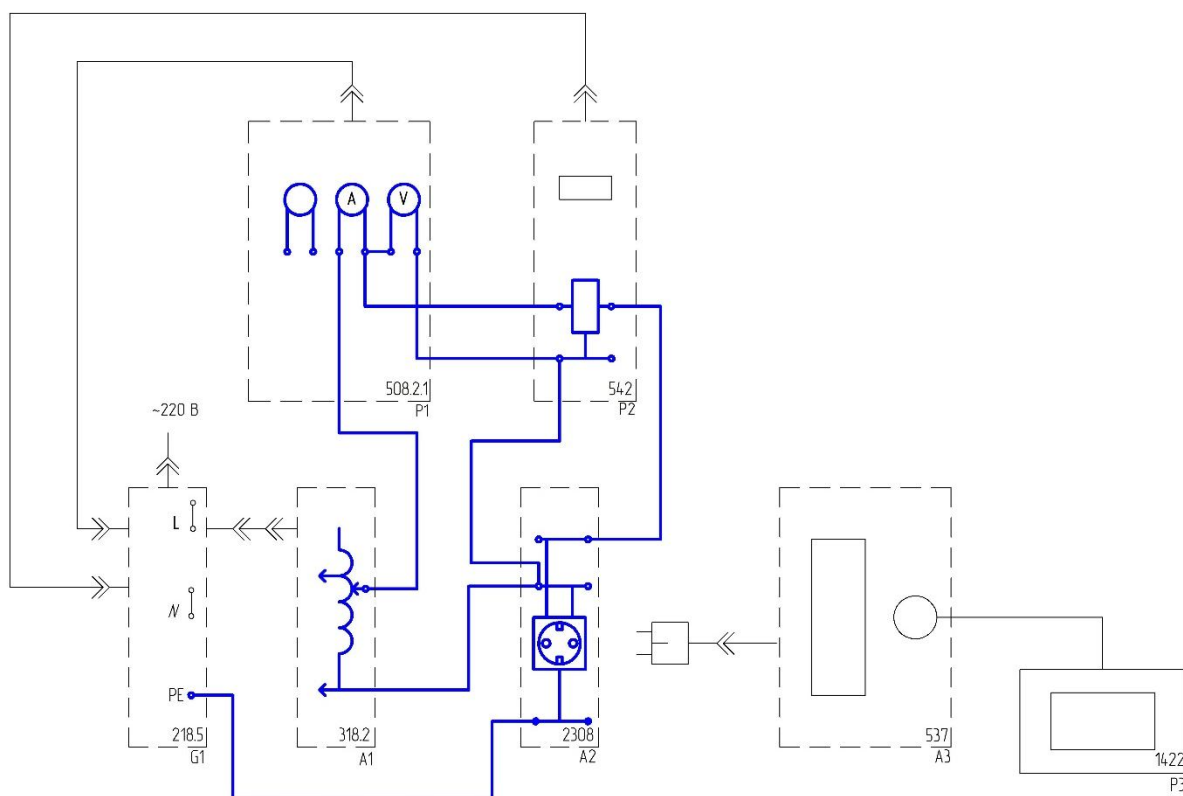

Рис.2.14.
- Соедините аппаратуру в соответствии со схемой электрической соединений, приведенной на рис.2.14.